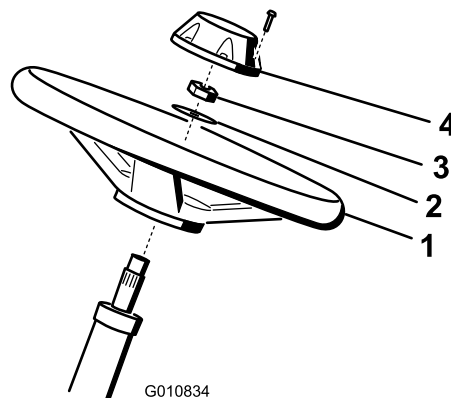

Figura 3
1. Faça deslizar o volante para a coluna de direção (Figura 3).
2. Faça deslizar a anilha para a coluna de direção (Figura 3).
3. Fixe o volante na coluna com uma porca de bloqueio e aperte-a com 27 a 35 N·m (Figura 3).
4. Instale tampa no volante e fixe-a com um parafuso (Figura 3).